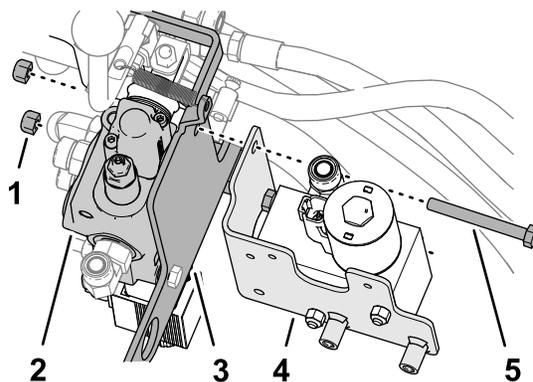

Рисунок 17
1. Отверните 2 задних болта (5/16 x 2¾ дюйма) и 2 контргайки (5/16 дюйма), которые крепят вспомогательный клапан к кронштейну клапана, как показано на Рисунок 17.